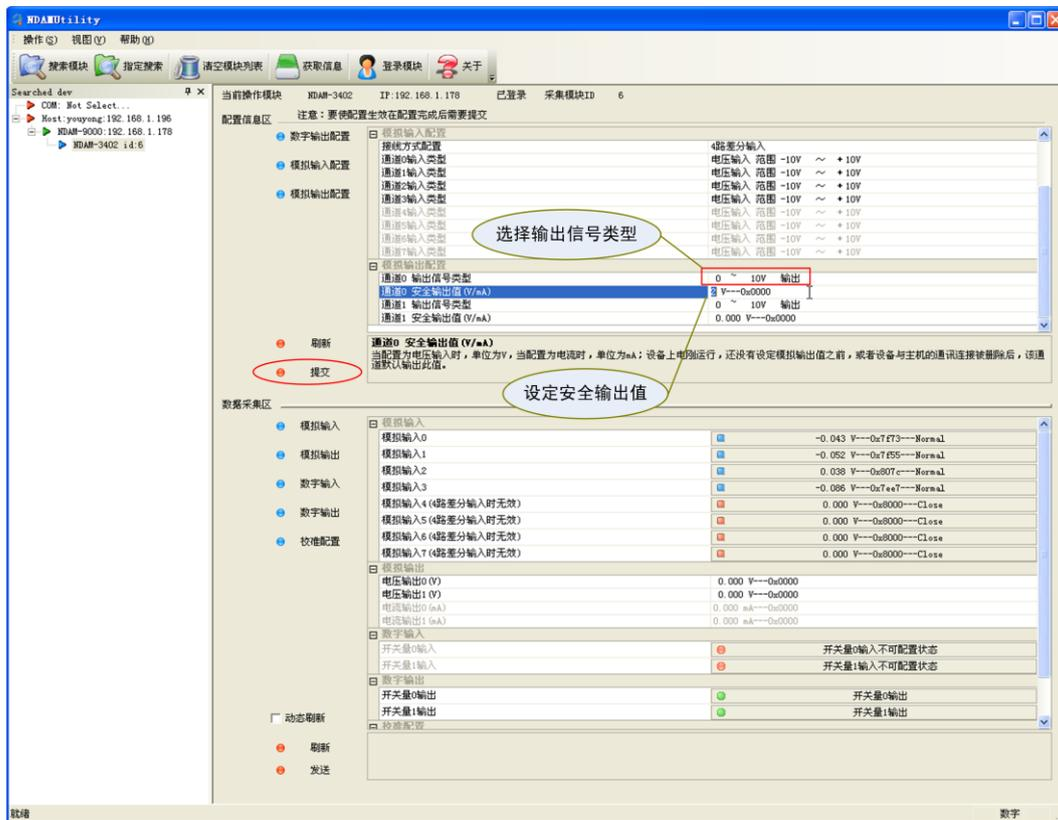

图 4.7 模拟输出配置操作
- 6) NDA-3402 模块具有 2 路模拟量输出通道，各通道可配置为 0~10v 电压输出或 0/4~20mA 输出，可设定模块上电后未与通讯主机建立连接时，或与主机的连接被断开时的安全输出值。操作如图 4.7 所示。